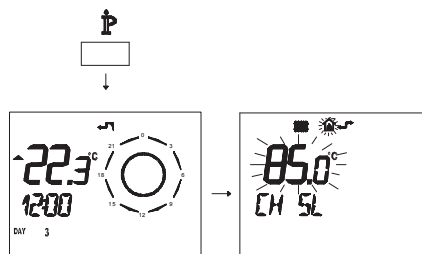

Figura 5.55
- Premere per più di 3 secondi il pulsante  para per entrare in modalità **INFO** (Figura 5.55).